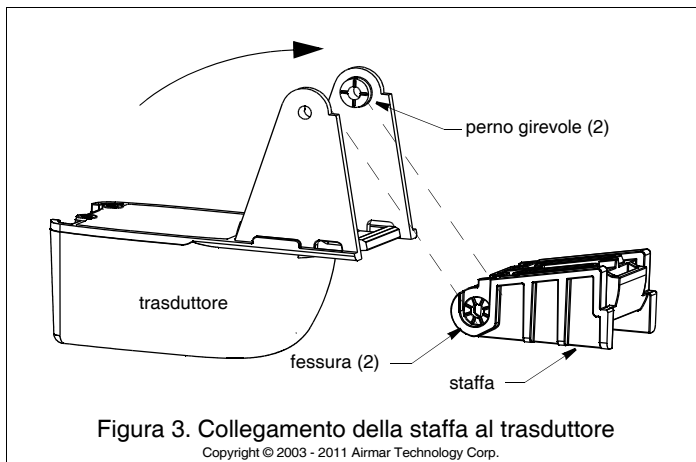

Figura 3. Collegamento della staffa al trasduttore
1. Inserite i perni girevoli del trasduttore nelle fessure del lato superiore della staffa (Figura 3).